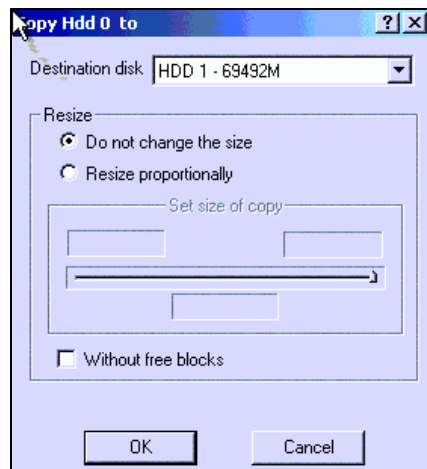

図 8-2 ハード・ディスクのコピー
3. 「Copy Hdd」 ウィンドウ (図 8-2) で、宛先ディスクを選択し、「OK」をクリックします。